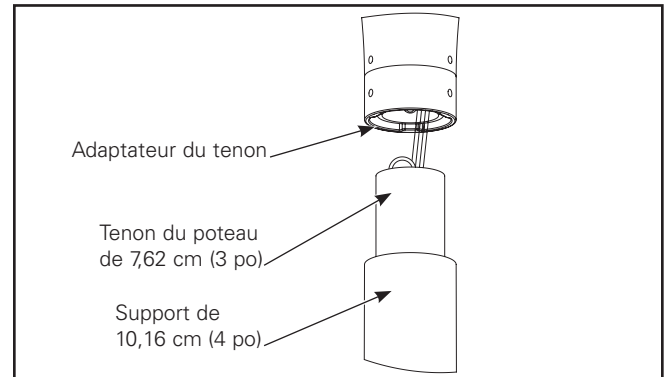

Figure 3.
4. Faites glisser le luminaire sur le tenon pour l'ajuster. (Figure 3.)